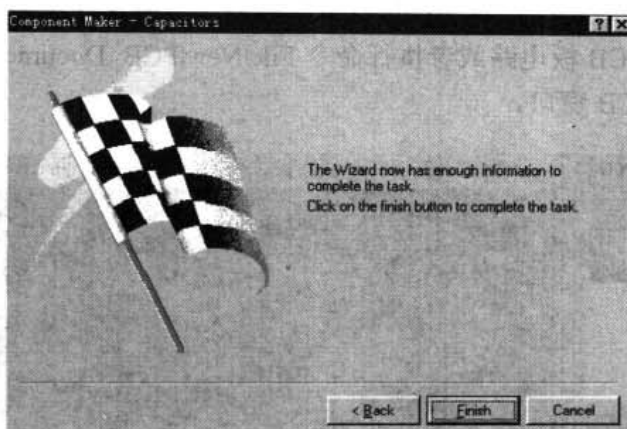

图 17-21 完成元件制作确认对话框
- (10) 单击 Next 按钮, 出现设置完成确认对话框, 如图 17-21 所示, 单击 Finish 按钮, 即完成新元件封装的制作。